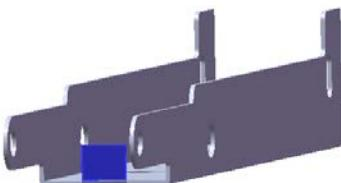
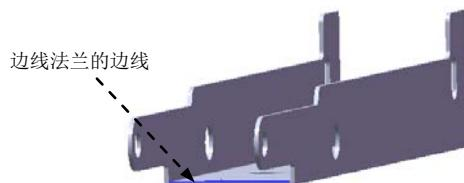

图 12.5.16 边线一法兰 2
图 12.5.17 边线法兰的边线
Step9. 创建图 12.5.16 所示的钣金特征——边线一法兰 2。
(1) 选择命令。选择下拉菜单 **插入(I)** → **钣金(H)** → **边线法兰(E)...** 命令(或单击“钣金”工具栏中的 按钮)。
(2) 定义特征的边线。选取图 12.5.17 所示的模型边线为生成的边线法兰的边线。